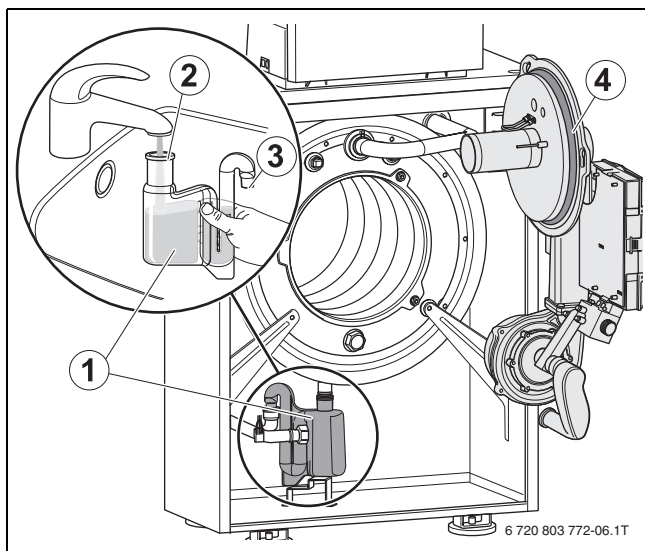

Fig. 57 Limpieza del sifón
- ▶ Antes de montar el quemador, comprobar que el anillo tórico (→ fig. 57[4]) esté bien colocado y corregir si es necesario.